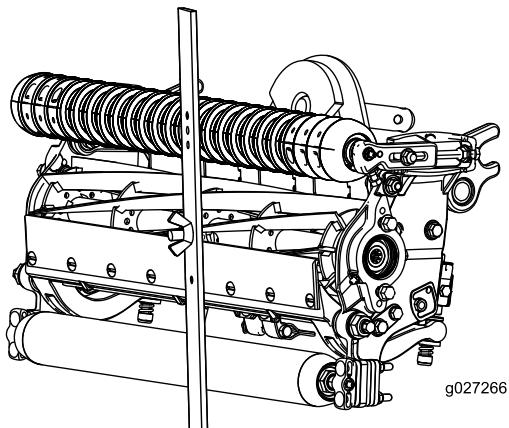

Bild 17
- Haken Sie den Schraubenkopf an die Schnittkante des Untermessers ein, und stützen Sie das hintere Ende des Trägers auf der Heckrolle ab (Bild 17).
- Drehen Sie die Einstellschraube, bis die Frontrolle die Messlehre berührt (Bild 17). Stellen Sie beide